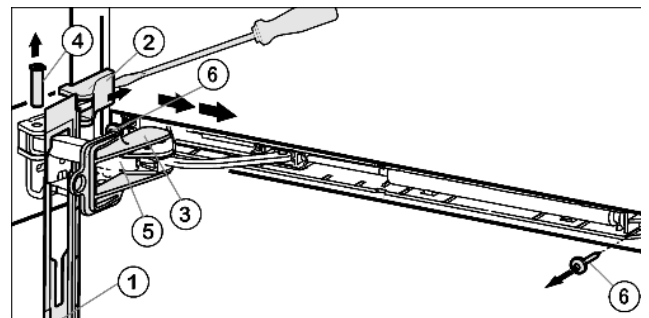

Fig. 5
- Pousser le panneau par-dessus l'étrier de l'amortisseur Fig. 5 (5) vers l'avant en direction de l'appareil.
- Encliqueter le dispositif d'arrêt Fig. 5 (3) d'arrêt dans le trou oblong.
- Soulever le cache Fig. 5 (2) par le côté extérieur à l'aide du tournevis et l'enlever vers l'extérieur.
- Chasser le pivot Fig. 5 (4) par le bas.
- Pousser l'étrier de l'amortisseur Fig. 5 (5) direction porte.
- Ôter le panneau Fig. 5 (1).
- Dévisser l'ensemble de l'unité de l'amortisseur de fermeture (2 x vis Torx 15) Fig. 5 (6).